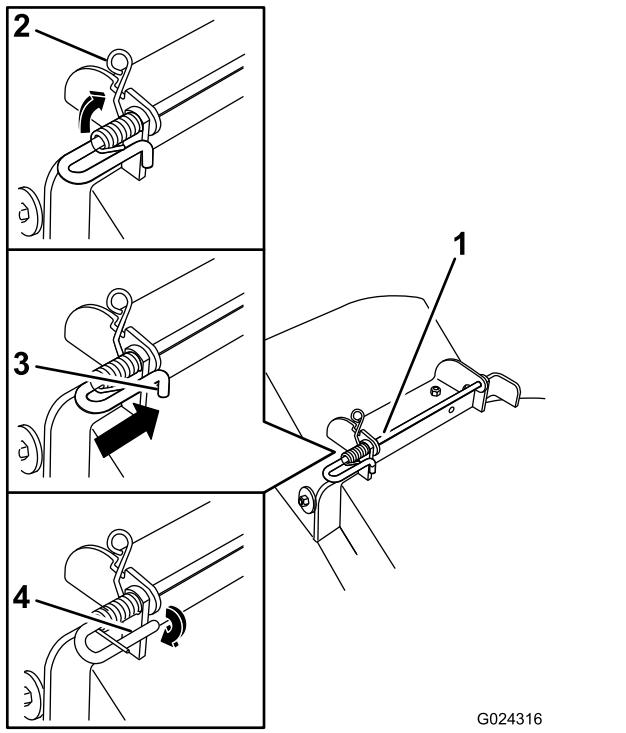

Figure 71
5. Soulevez le côté avec la boucle du ressort et placez-le dans le cran du support de déflecteur (Figure 71).
6. Fixez l'ensemble tige et ressort en le tournant de sorte à pouvoir placer l'extrémité courte de la tige derrière le support avant soudé au tablier de coupe (Figure 71).